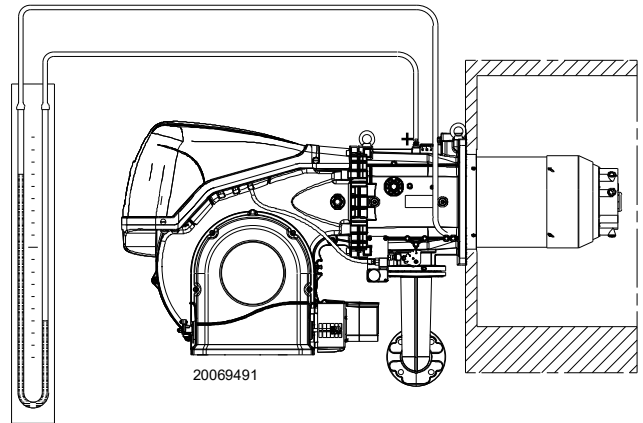

Abb. 25
- Montieren Sie ein U-Rohr-Manometer oder einen Differenzdruckmesser (Abb. 25), mit Entnahmestelle (+) am Gasdruck der Muffe und (-) in der Brennkammer. Damit soll annäherungsweise die Höchstleistung des Brenners mithilfe der Tab. K ermittelt werden.